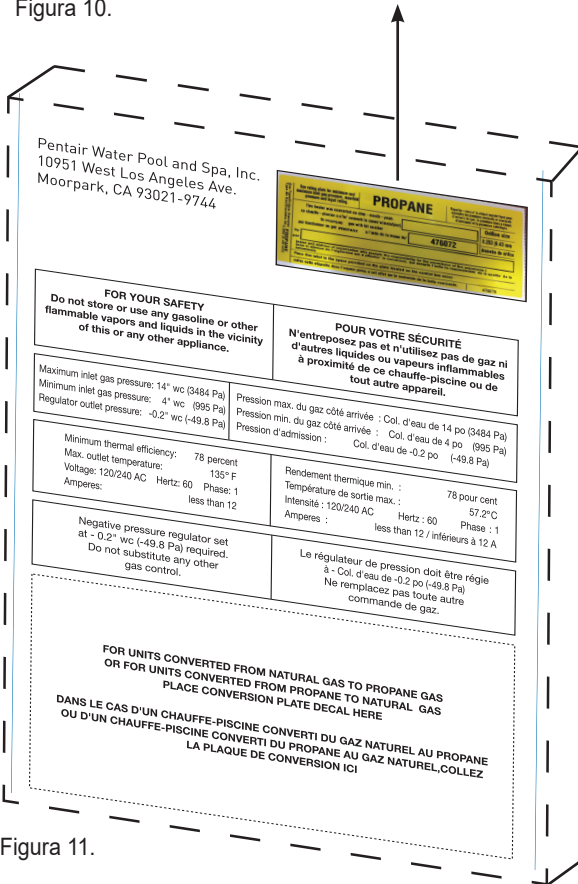

Figura 11.
18. **IMPORTANTE:** Escriba la fecha de la conversión en la etiqueta de conversión con un marcador permanente de punta fina, junto con el nombre y la dirección de los encargados de la conversión. Coloque la etiqueta de conversión en el área reservada a tal efecto en la etiqueta actual del dispositivo. Limpie la superficie con un hisopo con alcohol antes de colocar la etiqueta. Consulte la figura 11.